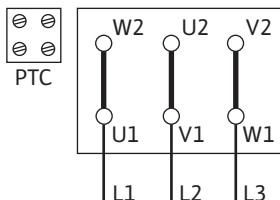
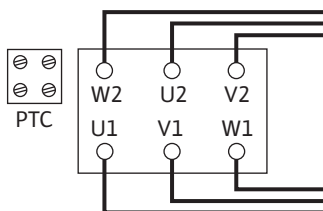

Fig. 10: Y-Δ-käivitamine
Fig. 11: Δ-lülitus
- Võrguühendus oleneb mootori võimsusest P2, toitepingest ja sisselülitamisest. Ühendussildade vajalikku lülitust klemmikarpides vaadake järgmisest tabelist ning joonistelt Fig. 10 ja Fig. 11.
Y-Δ-käivitamine (standard)	Eemaldage ühendussillad (Fig. 10).
Käivitus sujuvkäiviti abil	Δ-lülitus (Fig. 11)